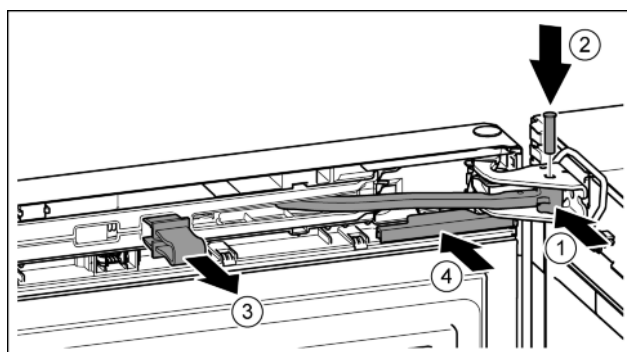

Fig. 41
- ▶ Przegub obrócić w płytce zawiasu. Fig. 41 (1)
- ▶ Sworzeń umieścić w płytce zawiasu i przegubie. Przy tym zwrócić uwagę, aby krzywka zatrzaskowa została prawidłowo umieszczona w rowku. Fig. 41 (2)
- ▶ Zdjąć zabezpieczenie. Fig. 41 (3)
- ▶ Wsunąć osłonę. Fig. 41 (4)